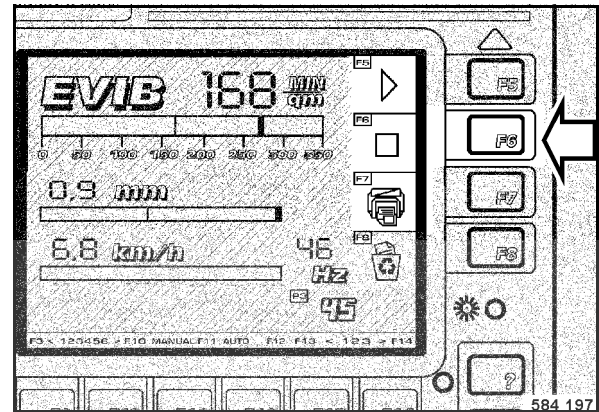

fig. 95
- Effectuer les passes de compactage en marches avant et arrière jusqu'à ce que, après la pression sur la touche F6 "Stop", la zone de contrôle verte, à gauche à côté de F5 (fig. 95), s'éteigne et que la zone de contrôle rouge F6, située en-dessous, s'allume.